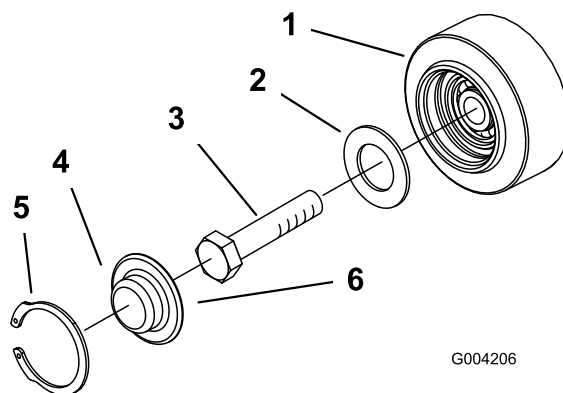

Figura 43
3. Retire la anilla a presión y el tapón de una de las ruedas de rodaje (Figura 43).
4. Compruebe la grasa que hay debajo del tapón y alrededor de la junta (Figura 43). Si está sucia, tiene arenilla o queda poca grasa, elimine toda la grasa, cambie la junta, y añada grasa nueva.
6. Coloque el tapón engrasado sobre la cabeza del perno (Figura 43).
7. Sujete el tapón de la rueda de rodaje con la anilla a presión (Figura 43).